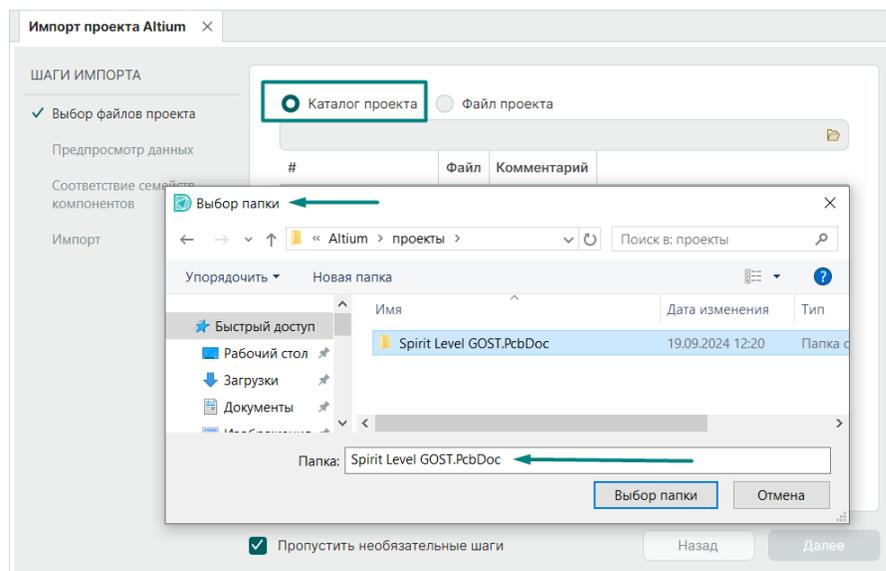

Рис. 13 Импорт файлов схемы и платы из каталога
- способ «**Каталог проекта**» – выбирается каталог, в котором ранее пользователь расположил файлы бинарного формата (ASCII) схемы (.SchDoc) и платы (.PcbDoc) проекта, см. Рис. 13.